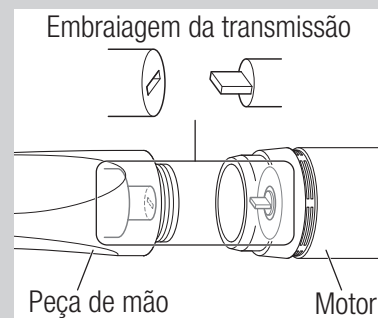

Fig. 5
- Ao instalar a peça de mão no motor, o parafuso pode ficar subitamente apertado. Isto porque a embraiagem da transmissão do motor da peça de mão do motor fica desalinhada. Neste caso, apertar forçosamente o parafuso vai causar avarias no motor. Desaperte o parafuso, rode o sistema de fixação da peça de mão ou da broca para alinhar a embraiagem da transmissão do motor e, de seguida, aperte novamente o parafuso (Fig. 5).